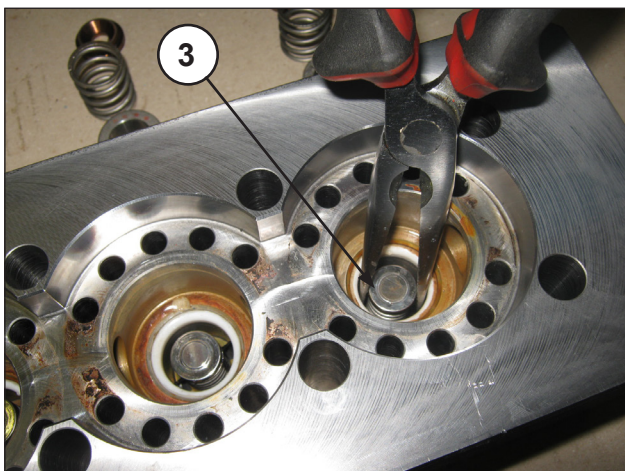
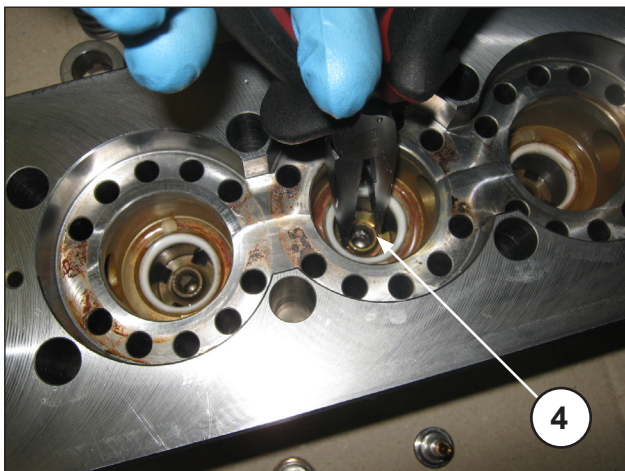

Fig. 27
Fig. 28
- Extraer los platos de envío ③, las guías ④ y los muelles como se indica en la Fig. 27 y la Fig. 28, controlar el desgaste y sustituirlos si es necesario. En cualquier caso, respetar los intervalos indicados en la tabla "MANTENIMIENTO PREVENTIVO" del capítulo 11 del *Manual de uso y mantenimiento*.